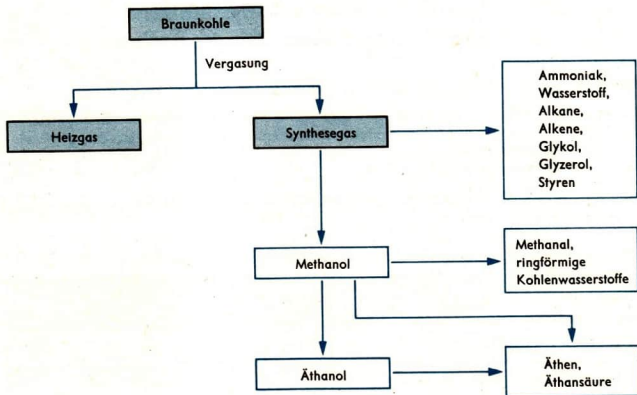

Abb. 38 Synthesen auf der Grundlage der Braunkohlenvergasung
- ① Begründen Sie die volkswirtschaftliche Notwendigkeit, Heizöl durch andere Heizmaterialien zu ersetzen!
- ② Bei der Spaltung von Leichtbenzin wird durch das Kracken auch Oktan in Äthen und Wasserstoff umgewandelt. Entwickeln Sie dafür die chemische Gleichung! Welche anderen Reaktionsprodukte könnten auch entstehen?
- ③ Entwickeln Sie für einige der dargestellten Zusammenhänge (↗ Abb. 38) die chemischen Gleichungen! Ordnen Sie die chemischen Reaktionen Ihnen bekannten Reaktionsarten zu!
Vergasung von Braunkohlenstaub unter erhöhtem Druck wird gearbeitet. Das verfügbare Synthesegas ist stoff- und energiewirtschaftlich zu nutzen. In der Stoffwirtschaft wird es unter anderem gebraucht für Hydrierungsreaktionen sowie die Ammoniak-, Harnstoff-, Methanolsynthese. Methanol als Zwischenprodukt erhält bei der Verarbeitung von Synthesegas eine wachsende Bedeutung (Abb. 38). ③